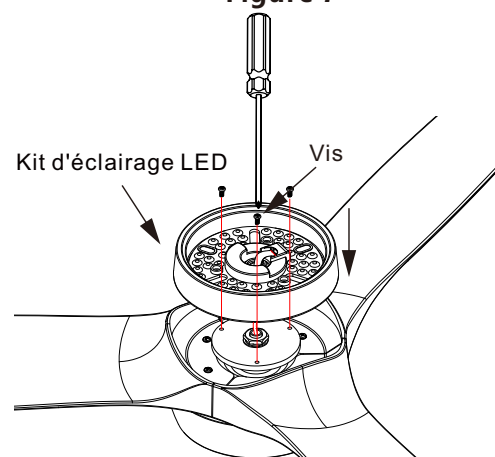

Figure 8
**Étape 3:** Serrez les 3 vis précédemment retirées à l'étape 1 (Voir fig. 8)